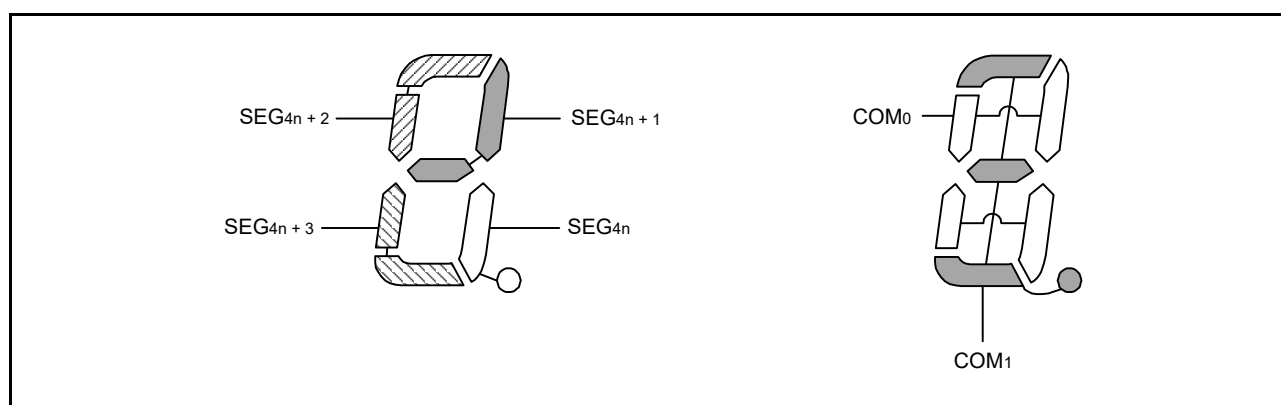

図 34.21 1/2 デューティ LCD の表示パターンと電極結線 (n = 0 ~ 5)
ここでは 4 桁目の“3”(3) を例にとって説明します。図 34.21 の表示パターンに従って、COM0、COM1 端子から出力される各コモン信号の選択タイミングで選択 / 非選択電圧を SEG12 ~ SEG15 端子に出力する必要があります。